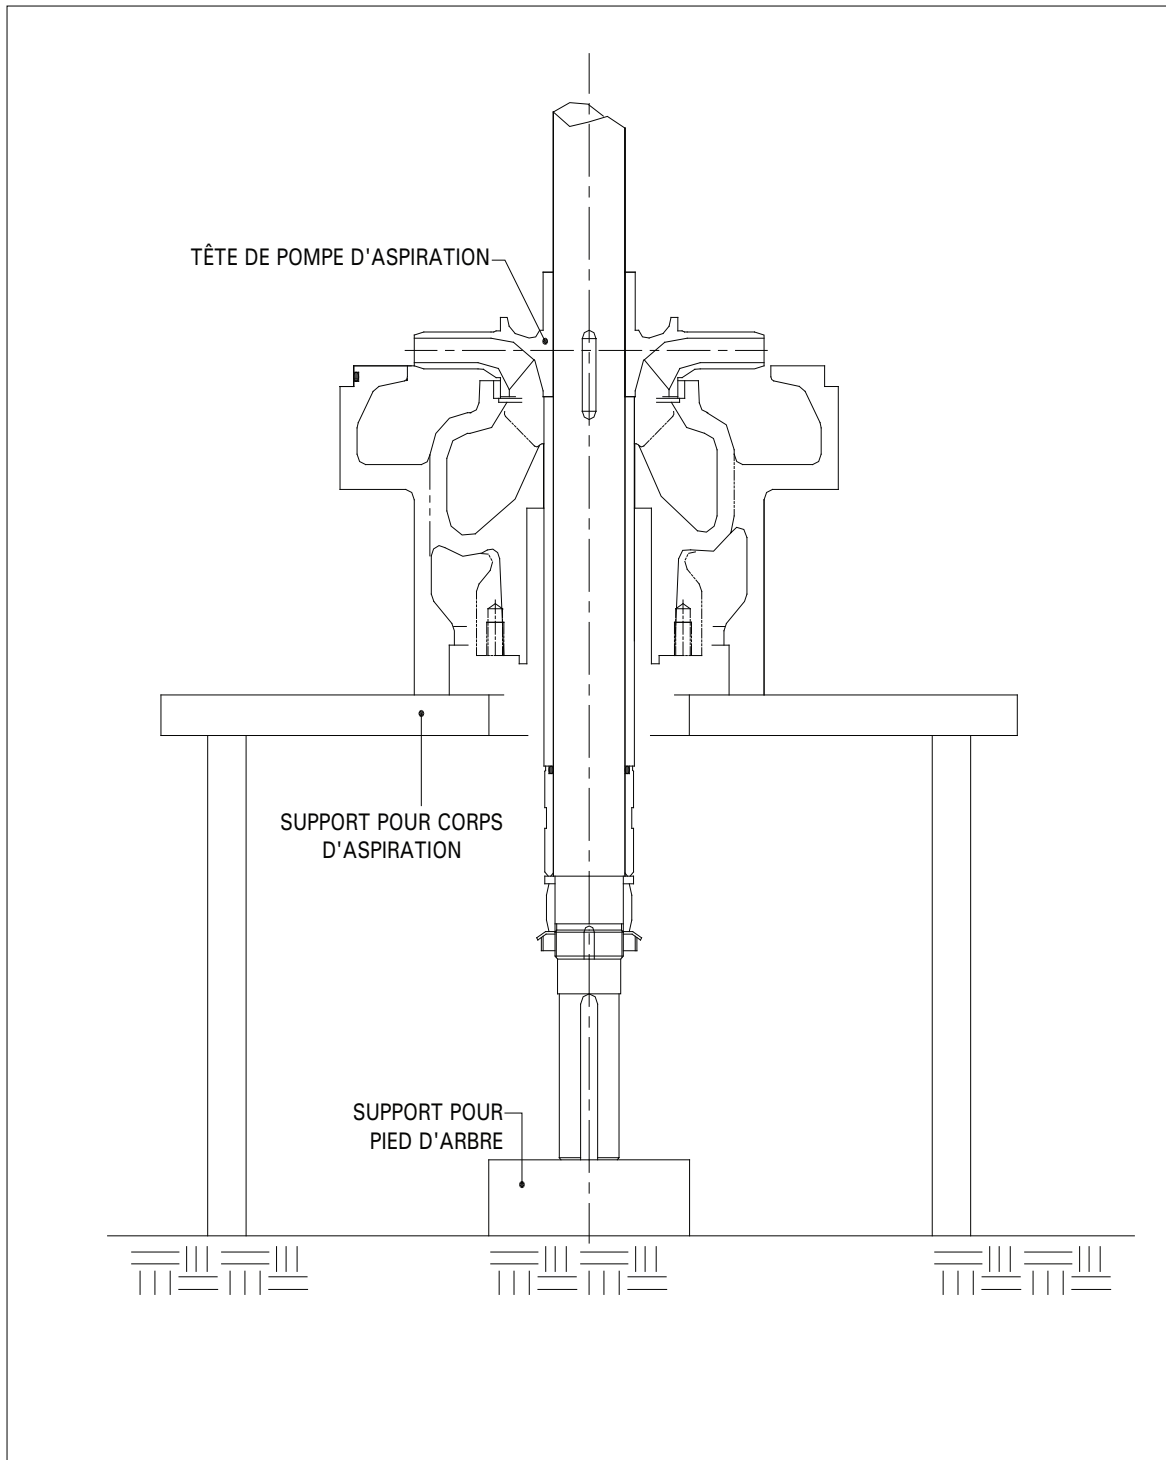

Figure 3
- 7.3.2 Insérez les pièces de l'arbre assemblées jusqu'à présent dans la paroi du corps d'aspiration (11300). Pour les pompes dotées d'une garniture de presse-étoupe, installez le presse-étoupe (22300) sur l'arbre avant d'insérer l'arbre dans le corps d'aspiration. (VOIR FIGURE 3)